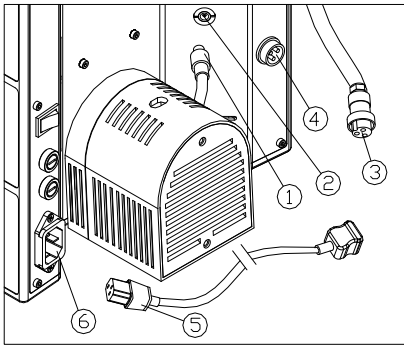

图 13
- (1) 确信开关置于“O”(OFF)状态。(如图 13)
- (2) 把灯源组件的插头①插入显微镜的插座②上。
- (3) 把航空插头③插入显微镜的航空插座④上。
- (4) 把电源线的一端插头⑤插入显微镜的电源插座⑥上。
- (5) 把电源线的另一端插入供电电源插座上。